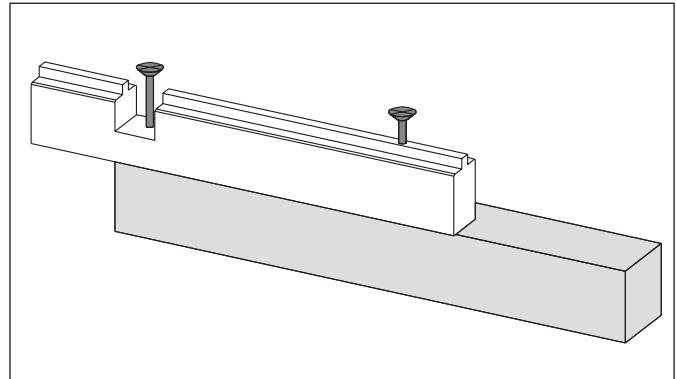

Abbildung 3
3) Wenn Sie nun die gesamte Konstruktion nochmals exakt rechteckig ausgerichtet und genau waagrecht gelegt haben, befestigen Sie die erste Bohlenlage in den Eckverbindungen mit langen Nägeln oder Schrauben (**bitte unbedingt vorbohren**) auf den Fundamenthölzern (**Abb. 3**).